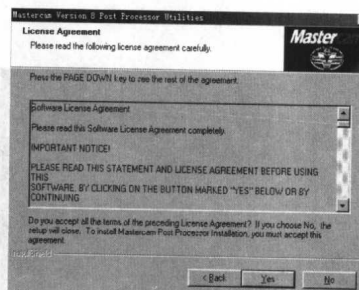

图 1-14
13) 安装许可证, 请仔细阅读下面许可证内容, 同意选 **Yes**, 如图 1-14 所示。